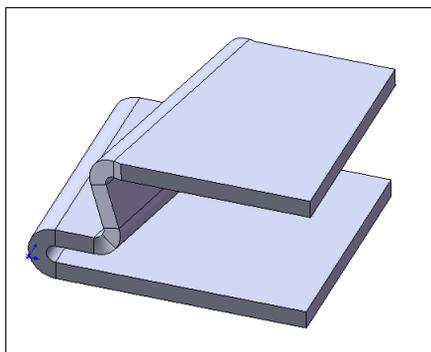

Рис. 4.18
- ◆ команда  — **Изгиб** создает два изгиба на некоторой кромке детали, при этом происходит добавление материала в деталь из листового металла на величину изгиба (рис. 4.18). При выполнении этой команды требуется создать эскиз изгиба в виде одной линии, а также указать радиус сгиба, угол сгиба и величину смещения (величину изгиба).